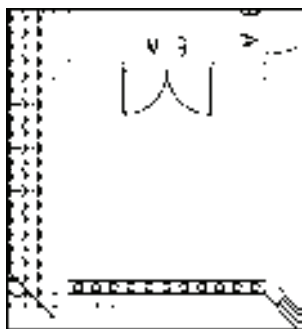

图 13-132 删除墙体图形
5) 完善露台栏杆。调用“删除”命令，删除墙体图形，结果如图 13-132 所示。